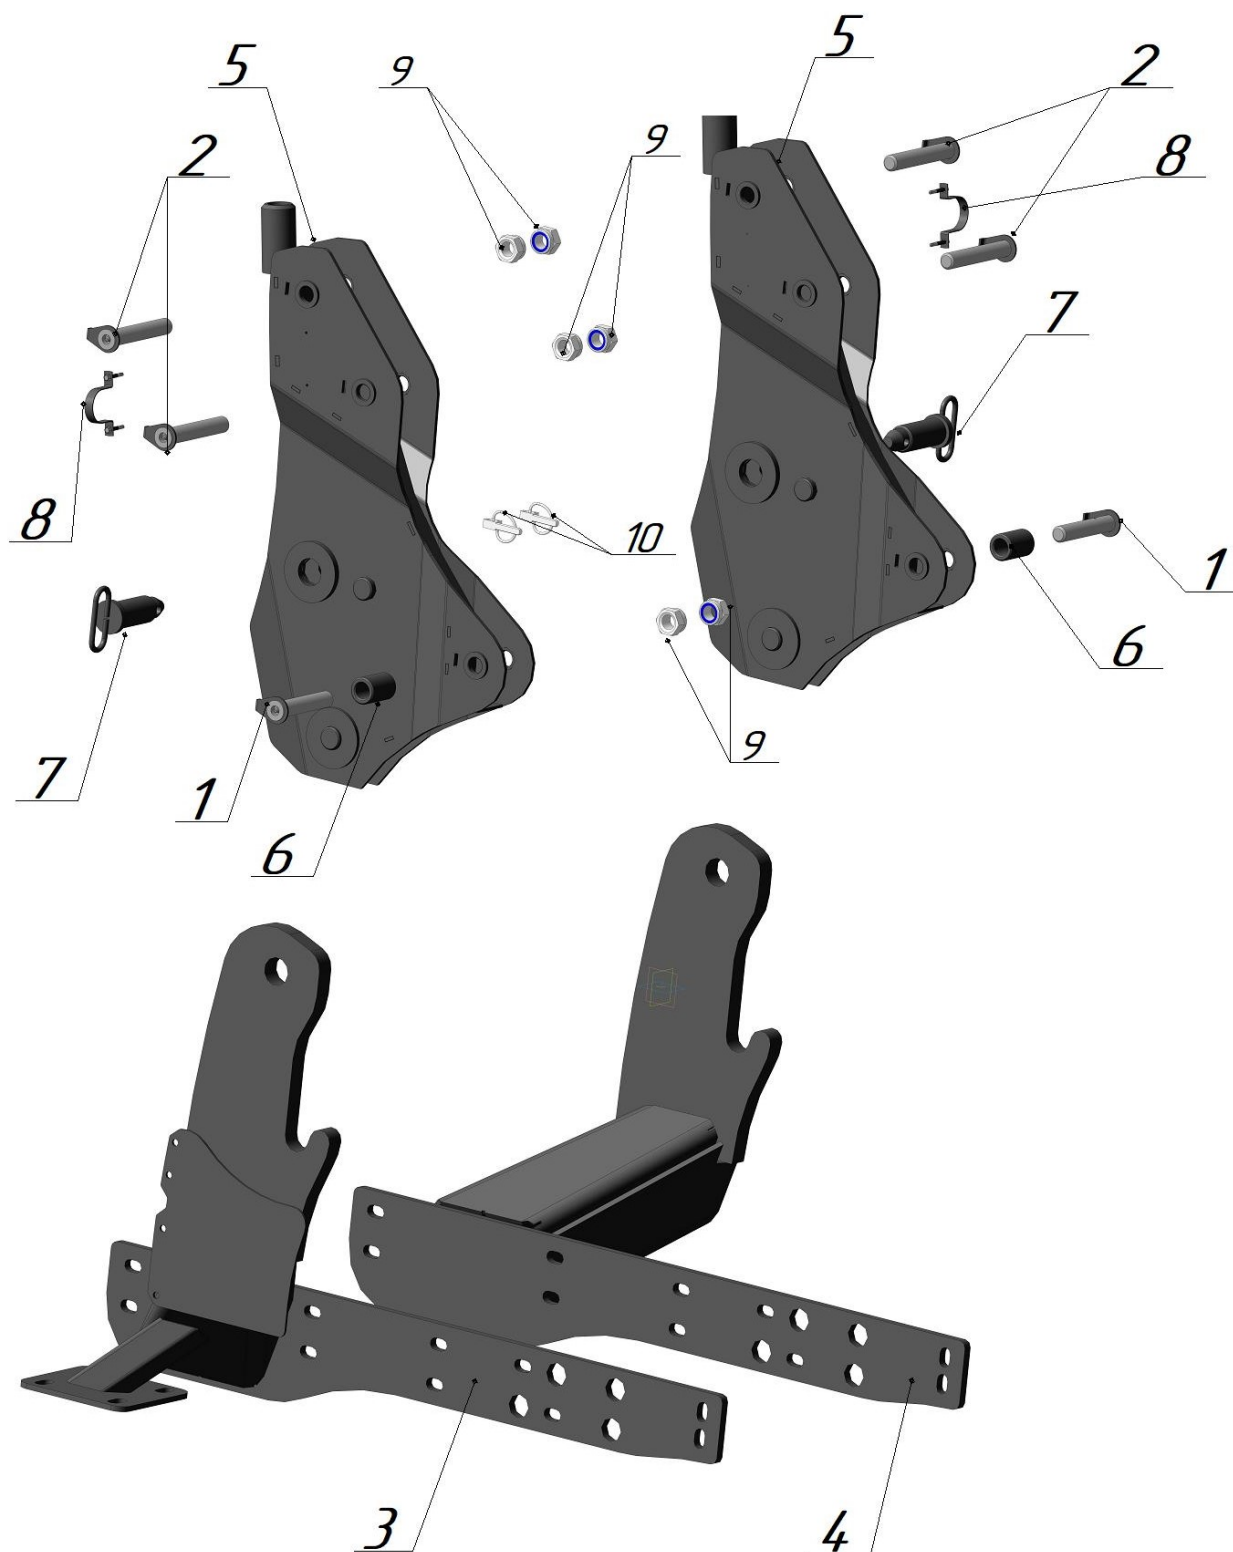

Рис. 2.3 – БЗ-V.03.090 сборка подрамников
2.3. Состав сборки подрамников БЗ-V.03.090 приведен на рис. 2.3 и таблице 2.3.